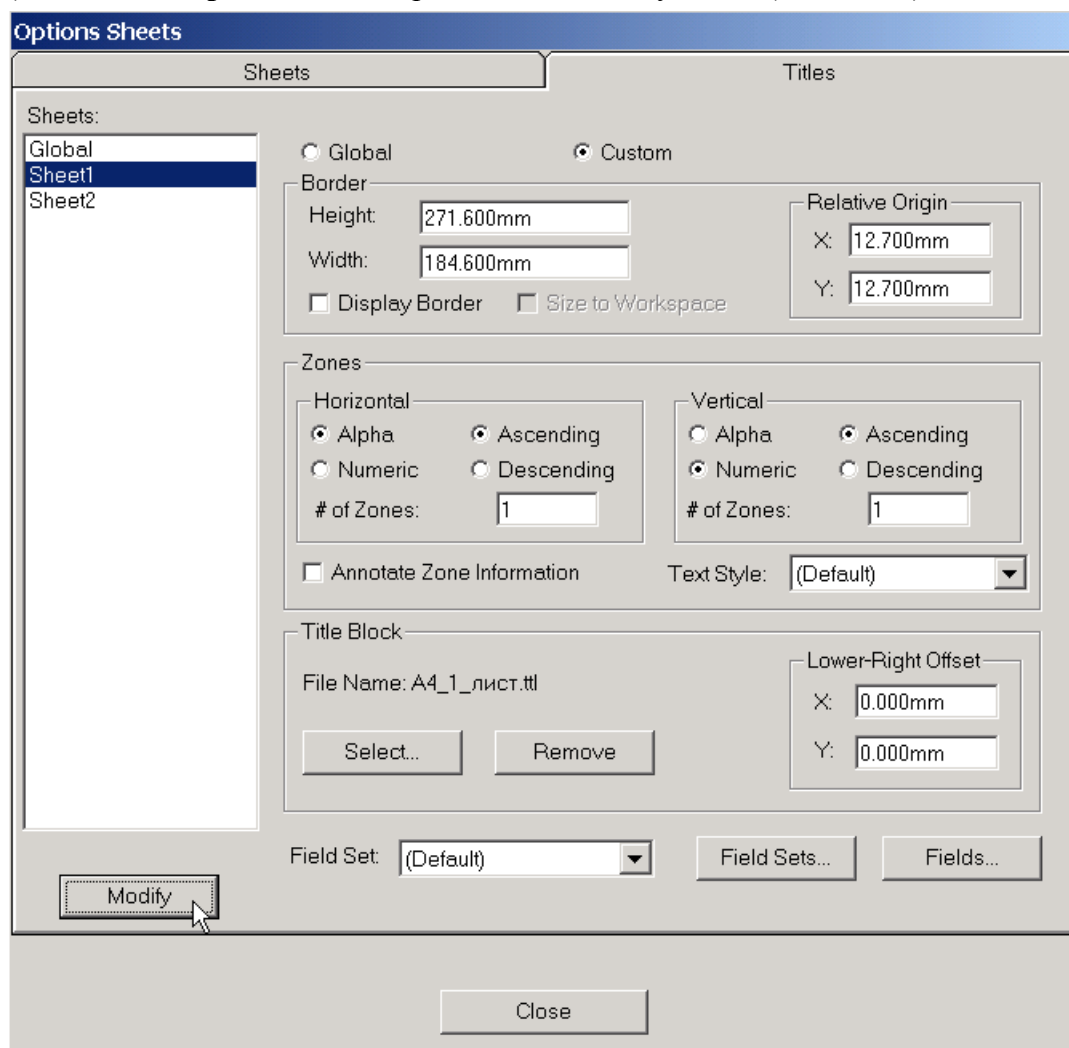

Рис. 6-2. Оформление проекта форматками
2) Выберите в списке первую страницу Sheet1, как показано на рис. 6-2.
5) На панели **Options Sheets** (рис. 6-2) нажмите кнопку **Modify** (изменить), чтобы внесенные изменения вступили в силу.